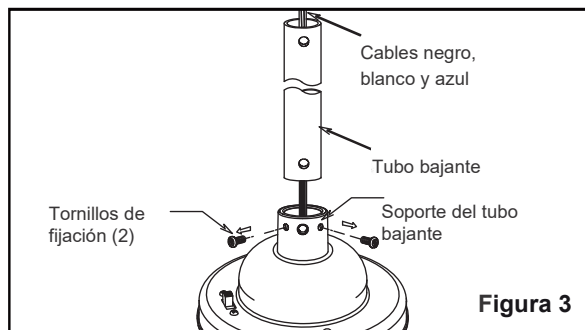

Figura 3
- Afloje los dos tornillos de fijación en el soporte del tubo bajante del conjunto del motor. Pase los cables negro, blanco y azul a través del tubo bajante. (Figura 3)